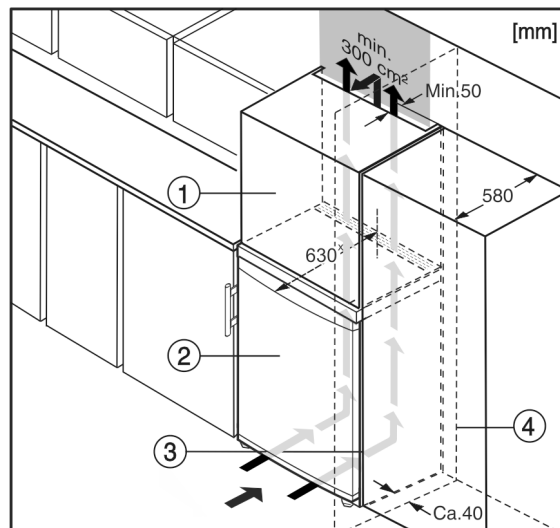

Fig. 5
- (1) Nadstavná skrinka
- (2) Zariadenie
- (3) Kuchynská skriňa
- (4) Stena
Zariadenie môže byť zabudované medzi kuchynskými skriňami. Aby sa zariadenie Fig. 5 (2) prispôbilo výške kuchynskej linky, môže sa nad zariadením umiestniť nadstavná skrinka Fig. 5 (1).
Pri vstavaní s kuchynskými skriňami (hĺbka max. 580 mm) je možné zariadenie inštalovať priamo vedľa kuchynskej skrine Fig. 5 (3). Zariadenie vyčnieva nabok 34 mm * a v strede zariadenia 50 mm * oproti prednej časti kuchynskej skrine.
Ak je zariadenie umiestnené so zavesením vedľa steny Fig. 5 (4), musí vzdialenosť medzi zariadením a stenou činiť minimálne 40 mm. To zodpovedá presahu držadla pri otvorených dverách.